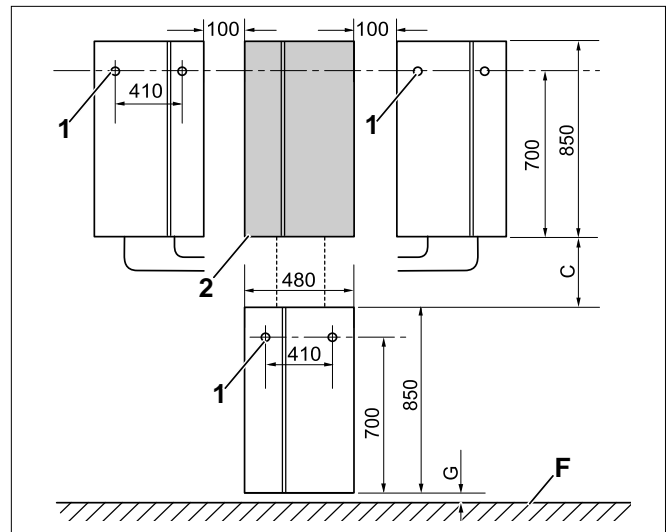

Fig. 4 Installazione (schizzo misure)
I tasselli di fissaggio compresi nella fornitura possono essere utilizzati solo nelle pareti piene. La parete di fissaggio dovrà essere in grado di reggere il peso dell'accumulatore, pari a 180 Kg. (HT/H110), nonché il peso della caldaia murale. Se la portanza non è sufficiente, l'accumulatore potrà essere installato anche a terra. Si devono rispettare le distanze minime riportate nella Fig. 4.
Legenda Fig. 4:
- In caso di montaggio a parete, segnare i fori per i tasselli (Fig. 4).